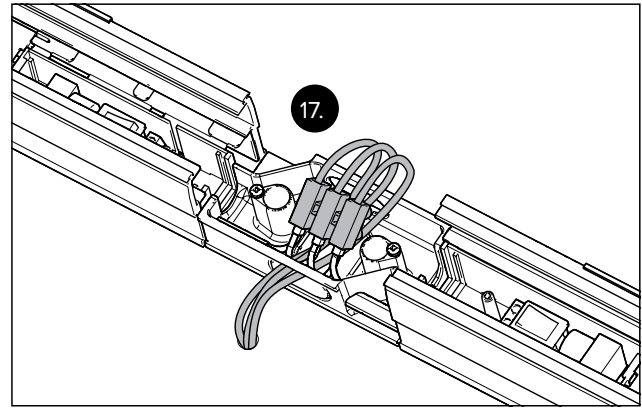

Рис. 23 Подключите соединительный кабель к разветвительному кабелю
- Подсоедините разветвительный кабель к сетевому кабелю и проложите его таким образом, чтобы его не зажало (рис. 23).